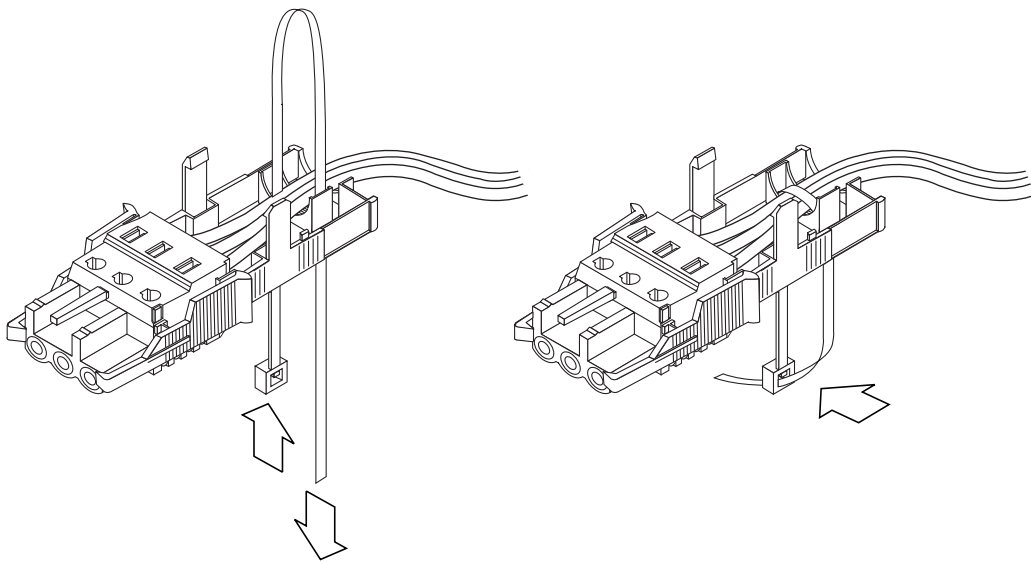

FIGURE 5-53 Serrage des fils dans le boîtier serre-fils
- 4. Passez l'attache par dessus les fils, faites-la ressortir du boîtier, puis serrez-la de telle sorte que les fils soient maintenus fermement en place dans le boîtier (FIGURE 5-53).**